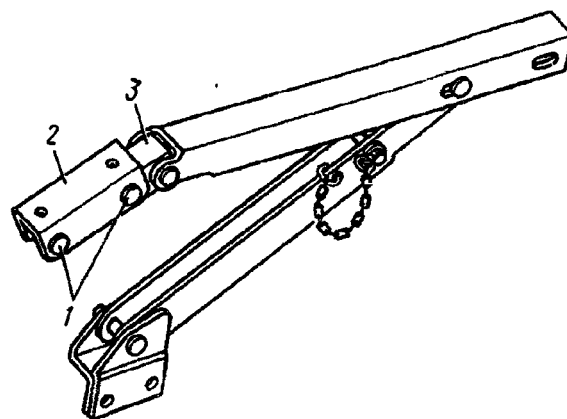

Рис. 65. Ограничитель подъема кабины:
16. Расшплинтуйте пальцы 1 (рис. 65) верхней скобы 2 и удлинителя 3, выньте пальцы и отсоедините ограничитель подъема кабины	Плоскогубцы, молоток
23. Поднимите кабину, вставьте пальцы 1 (см. рис. 65) верхней скобы 2 и удлинителя 3 ограничителя подъема кабины, зашплинтуйте пальцы	Лопатка-вороток, плоскогубцы, молоток